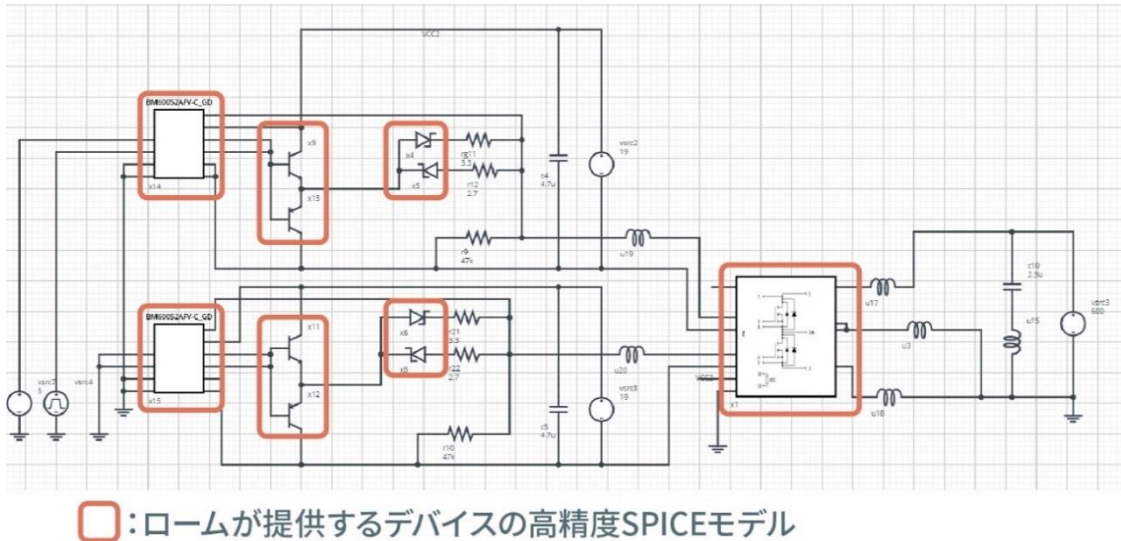

図 7. SPICE モデルを使用したシミュレーション回路
### ① 使用するデバイス（図 6）およびシミュレーション回路（図 7）
ロームでは、各デバイスの高精度 SPICE モデルを提供しており、図 7 のシミュレーション回路では、BSM600D12P3G001 の SPICE モデルおよび、ゲートドライバ IC の SPICE モデルを使用している。バッファ回路などは BSMGD3G12D24-EVK001 と同じ形式を使用し、トランジスタやダイオードには SPICE モデルをインポートする。また、ここに、モジュールや基板で発生する寄生インダクタンスなどを加味する事で、より精度の高いシミュレーションができる。